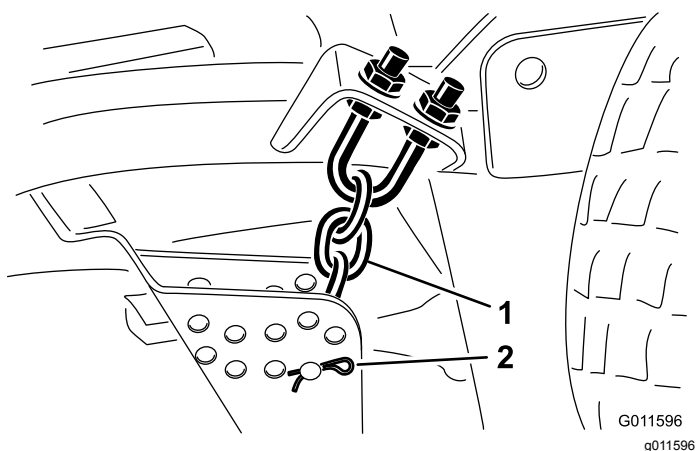

Bild 24
- Entfernen Sie den Splint und den Lastösenbolzen, mit denen die Schnitthöhenkette an der Rückseite des Mähwerks befestigt ist (Bild 24).